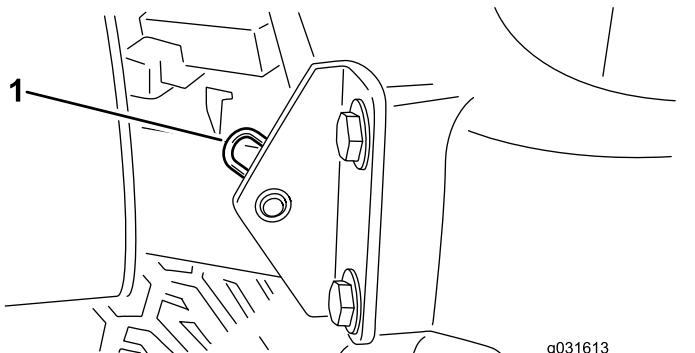

Figura 29
2. Togliete la caviglia che fissa il perno del cofano alle staffe di montaggio (Figura 29).